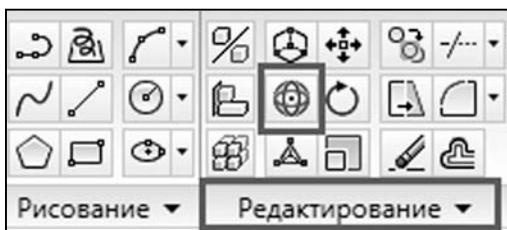

Рис. 8.5. Команда «3D-вращение» на «Ленте»
- ◆ «Ленте»: «Главная» / «Редактирование» / «3D-вращение» (рис. 8.5);